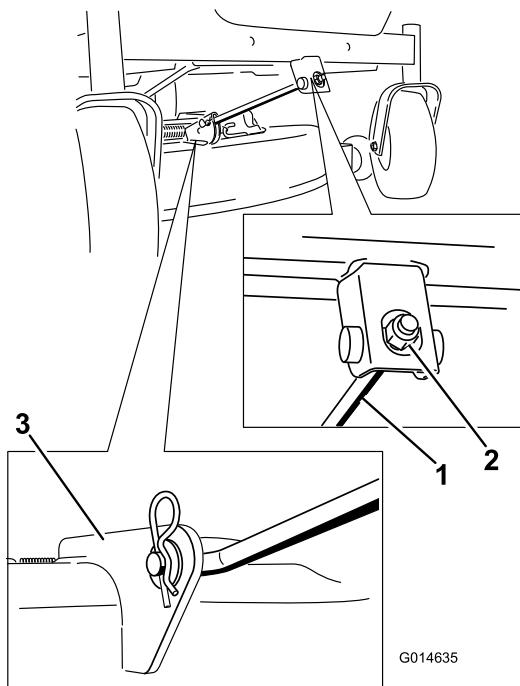

Figura 67
4. Rimuovete il perno con testa dall'asta di supporto frontale e rimuovete l'asta dalla staffa del piatto di taglio (Figura 67). Abbassate con cautela la parte anteriore del piatto di taglio fino al suolo.
6. Montate l'asta di sostegno anteriore sul piatto di taglio con il perno con testa e la cappiglia a forcina (Figura 67).